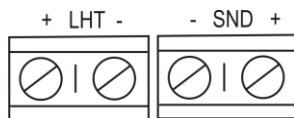

Рисунок 2
3) подключить клеммы оповещателя (рисунок 2) к источнику питания в соответствии с выбранной схемой подключения.